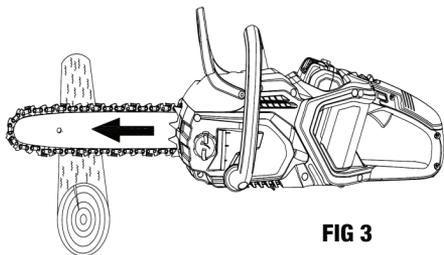

FIG 3
- **Empuje y tire** - Esta fuerza de reacción es siempre opuesta a la dirección en la que se mueve la cadena cuando hace contacto con la madera. Por lo tanto, el operador debe estar preparado para controlar el EMPUJE al cortar a lo largo del borde superior. TIRE cuando corte en el borde inferior de la barra. Vea las fig. 3 y 4.